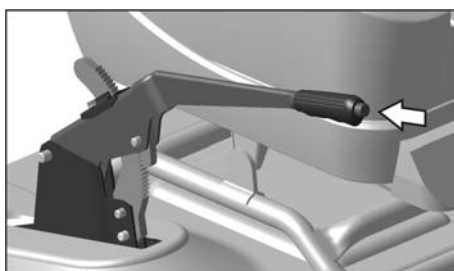

Рис. 5.8. Рычаг стояночного тормоза
**23 – рычаг стояночного тормоза.** Для затормаживания автомобиля необходимо потянуть рычаг (рис. 5.8) вверх; при этом, если включено зажигание, на комбинации приборов загорается прерывистым светом сигнализатор. Для возвращения рычага в исходное положение необходимо нажать кнопку на торце рукоятки рычага; при растормаживании сигнализатор гаснет.